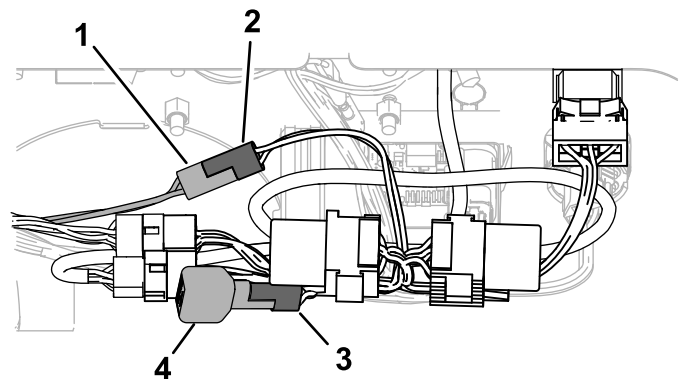

**Figure 5**
6. Débranchez le faisceau du kit bas débit du faisceau du contrôleur et branchez-le au connecteur du collecteur (P01) sur le faisceau de câblage du kit (Figure 5).
7. Branchez le connecteur sur le faisceau du contrôleur au connecteur du boîtier de l'interrupteur (P02), comme montré à la Figure 5.